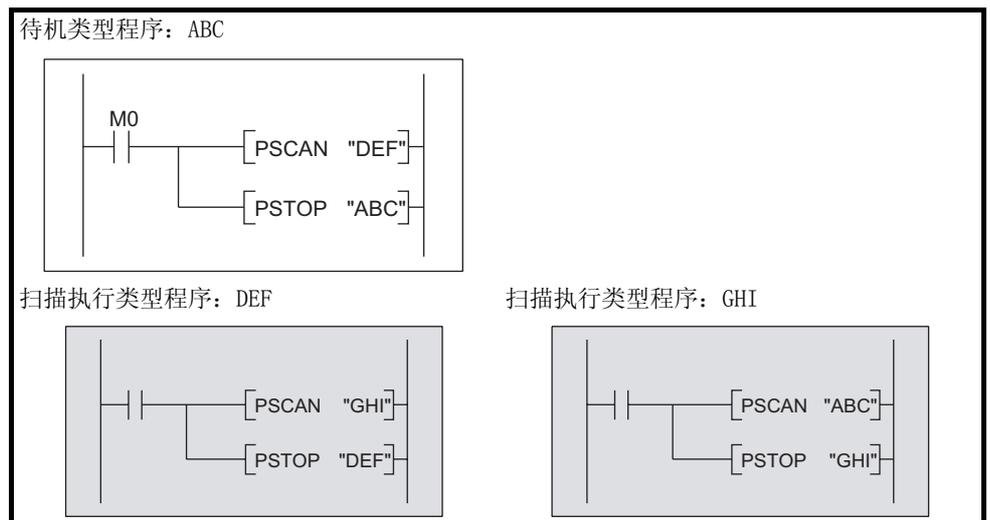

图 3.41 在扫描执行类型程序中切换执行类型的示例
- 在条件成立（图 3.41 中内部继电器 (M0)ON）时，将程序“DEF”切换为扫描执行类型程序、“ABC”切换为待机执行类型程序。